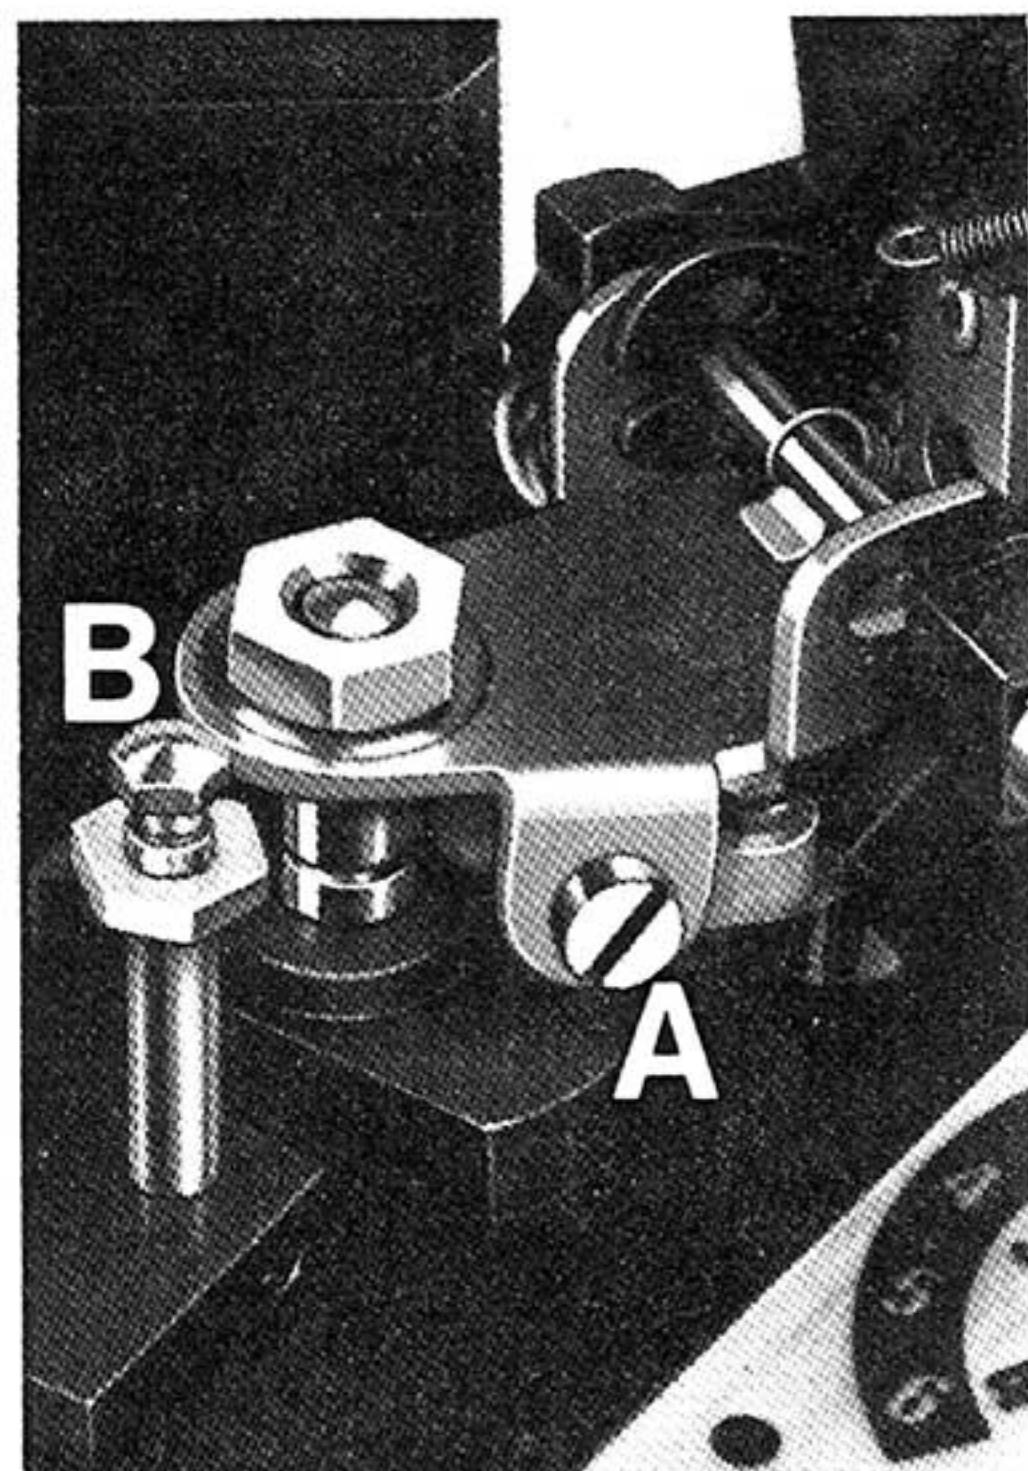

Fig. 4 PICK-UP HEIGHT AND SET DOWN ADJUSTMENT
**3. Descenso de la Aguja Sobre el Disco.** La posición correcta para el descenso de la aguja sobre el disco es de 3 mm del borde del disco. La posición se ajusta por el tornillo de ajuste de la aguja (Fig. 4, A) y la mejor forma es con una carga completa de discos de 30 cm sobre el plato. Cuando la posición es correcta para discos de 30 cm también será correcta para discos de 17 y 25 cm.
**4. Altura del Brazo del Pick-up.** La altura del brazo pick-up es correcta cuando libra por 3 mm la parte superior de una carga de ocho discos de grueso promedio puestos sobre el plato. El brazo del pick-up puede ser elevado girando el tornillo de ajuste de altura del mismo (Fig. 4, B) hacia la izquierda, y bajado girando el mismo tornillo hacia la derecha. Después de cualquier ajuste se debe comprobar que el brazo del pick-up libra la parte inferior de los discos colocados en la muesca del eje principal y que es sujetado por la sujeción automática del brazo.